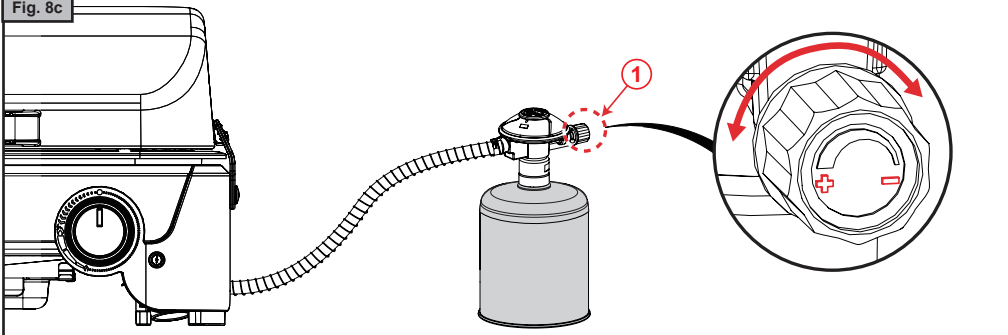

Fig. 9a
- Cet appareil à gaz fonctionnant sur le principe de la combustion, consomme de l'oxygène et rejette des substances et gaz qui peuvent être dangereux, tel que le monoxyde de carbone (CO).
- N'utilisez pas l'appareil si la cartouche de gaz n'est pas à la verticale. (Fig. 9a, 9b & 9c).